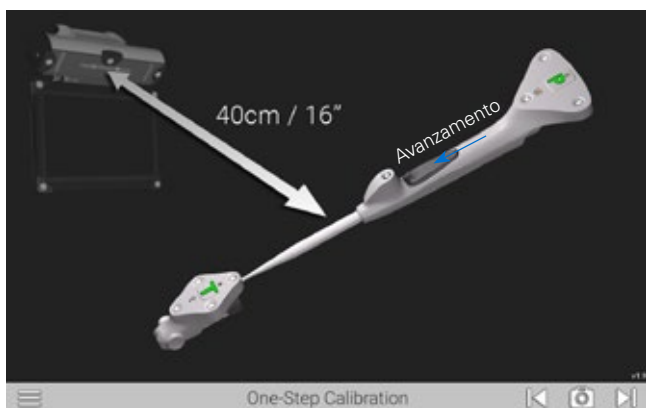

Figura 10
Viene visualizzata la schermata One-Step Calibration (Calibrazione in un unico passaggio), illustrata nella Figura 10. Collocare la punta del tracker sonda (P) nella rientranza presente sulla sommità del tracker strumenti (T). Tenere i due dispositivi uniti **a una distanza non superiore a 40 cm** dall'unità di visualizzazione, assicurandosi che i diodi bianchi siano rivolti verso la videocamera.